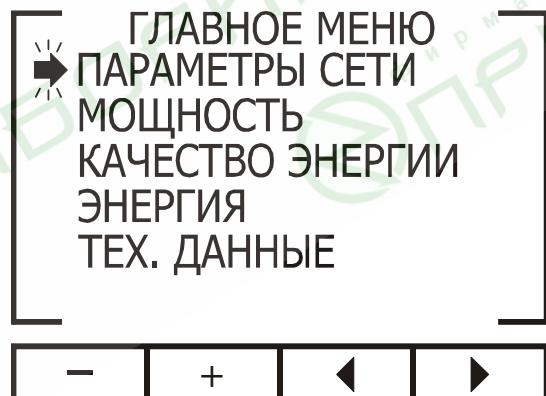

Рис. 20
1. Находясь в основном меню, выберите пункт **Параметры Сети** (рис. 20):